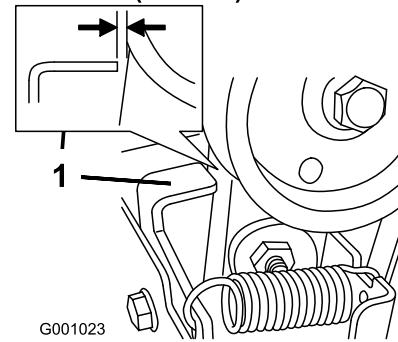

Figure 48
3. Lorsque le levier de commande de vis sans fin/turbine est désengagé, vérifiez qu'il existe un écart de 1,5 mm entre l'ensemble embrayage de vis sans fin et la patte (Figure 48).